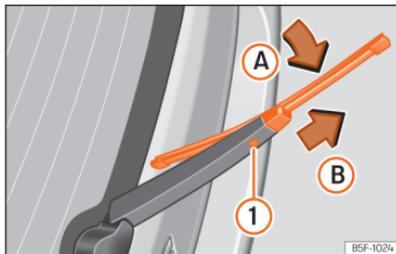

Fig. 221 Substituição da escova do vidro traseiro.
- Rode ligeiramente a escova »» Fig. 221 (seta **A**).